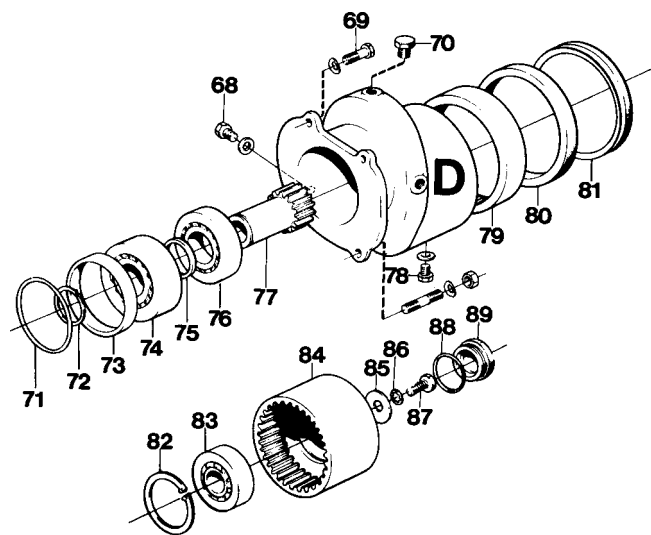

Fig. 7
1. Enlever le bouchon (89, fig. 7) et la vis (87) avec les rondelles (85 et 86). REMARQUE : jeter le joint torique (88) du bouchon.
2. Extraire le pignon (84) en se servant de l'extracteur 884078 (poser une douille d'écartement par exemple entre la vis centrale de l'extracteur et l'axe fileté).
3. Extraire avec précaution le pignon (77) en même temps que les roulements (74 et 76) en se servant d'un mandrin en laiton.
4. Extraire la bague d'étanchéité (81).
5. Déloger la bague d'étanchéité (80).
6. Bien nettoyer toutes les pièces et vérifier les roulements et les pignons. S'il faut remplacer l'un de ces pièces, prière de se référer aux points correspondants ci-après. REMARQUE : après un démontage, il convient de toujours remplacer le roulement (83) dans le grand pignon (84) et le grand roulement (79). Si l'on veut éviter d'endommager le roulement (74) lors de l'extraction du pignon (77), il faut adapter un outil d'appui à la bague intérieure du roulement.
7. Extraire le roulement (79) au moyen d'un mandrin.
8. Enlever le circlips (72) et extraire le pignon (77) en se servant du mandrin 884266. Déposer ensuite la rondelle entretoise et le roulement intérieur. Extraire avec précaution la bague intérieure du roulement (76) en se servant d'un petit mandrin en laiton.
9. Extraire le roulement (83) au moyen d'une douille ou d'un mandrin approprié.